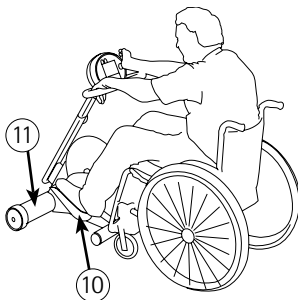

Fig. 19
I driftsklar modus (skjerm svart, grønn LED lyser permanent) trykker du på den lille avlange tasten ⑦ "Innstigningshjelp" (👉). Gjennom å holde tasten ⑥ "Pedal frem" eller ⑤ "Pedal tilbake" trykket, kan du posisjonere fotskålene ⑩ (Fig. 19) slik at du enkelt og komfortabelt kan legge beina i den aktuelle nedre pedalstillingen. Fest nå føttene og beina med borrelåsene eller med den *selvbetjenbare fotholderen* (best.nr. 506 eller 598).